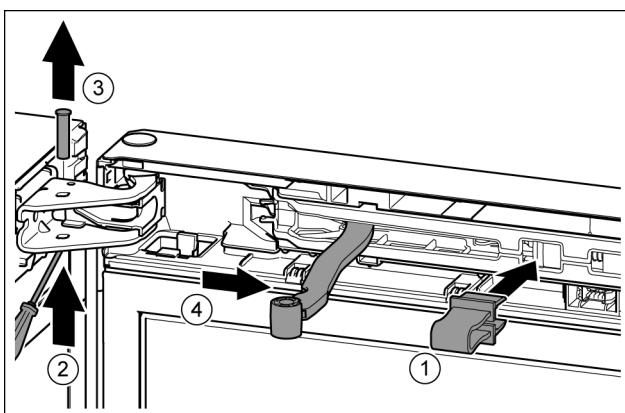

Fig. 11
- Зафиксировать предохранитель в отверстии. Fig. 11 (1)
- Выкрутить палец при помощи отвертки. Fig. 11 (2)
- Извлечь палец движением вверх. Fig. 11 (3)
- Повернуть шарнир в направлении двери. Fig. 11 (4)